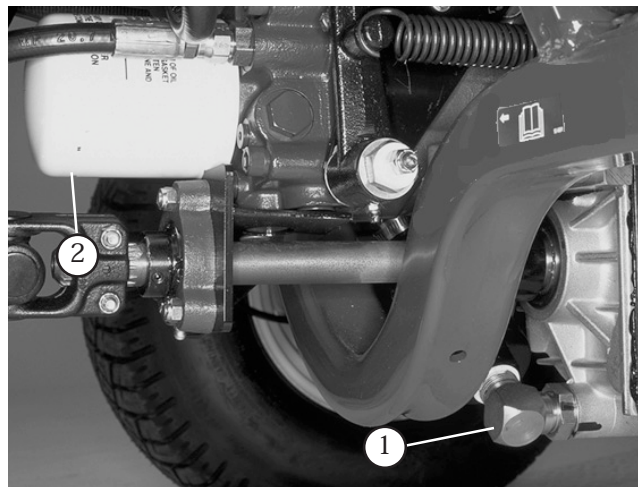

図 67
2. トランスミッションの底部にあるサクション・ラインの周囲をきれいにする (図67)。ラインの下にオイルを受け取る容器をおく。
2. フィルタ容器の周辺をウェスできれいにする (図67)。フィルタの下に廃油受けを置いてフィルタを外す。